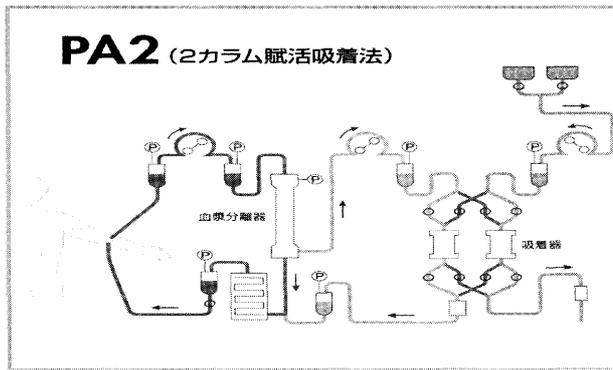

図1 LA-15 システムフロー図
1. LDL 吸着法の概要 (図1)
①血液ポンプで採血した血液を膜型血漿分離器【サルフラックス (FP)】で血球成分と血漿成分に分離される。
②分離された血漿は一方の吸着器 (左)【リポソーパー (LA-15)】にて LDL を吸着除去された後、血球成分と一緒に返血される。
③吸着器 (左) の LDL 吸着が飽和に達すると、血漿流路は他方の吸着器 (右) に自動的に切り換わる。
④吸着器 (右) で血漿が吸着処理されている間に、吸着器 (1) は賦活処理される。
⑤2個の吸着器は、吸着と賦活が繰り返され、目標血漿処理になるまで治療を続ける。